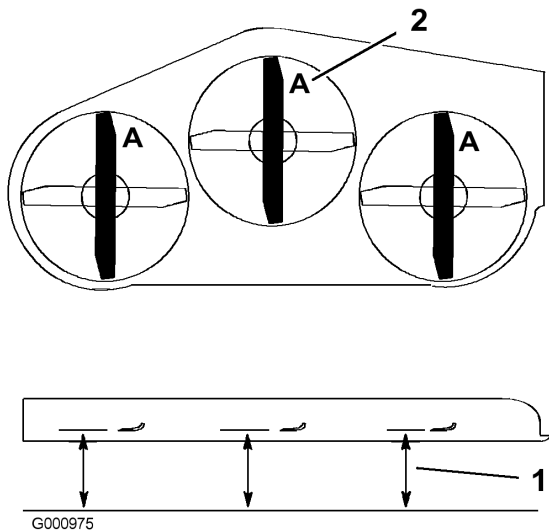

Figure 77
3. Tournez les lames dans le sens longitudinal (Figure 77). Mesurez la distance entre la surface plane et le tranchant (position A) des lames (Figure 77) et notez cette valeur.